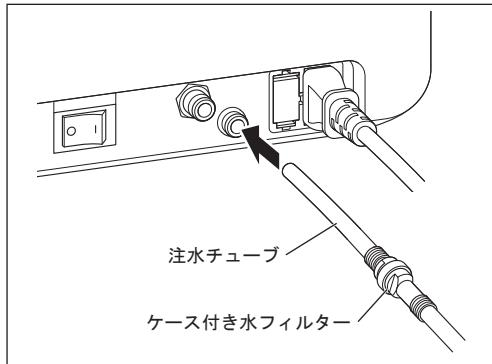

図10
- 1) 注水チューブコネクタに注水チューブの端面（ケース付き水フィルター側）を奥まで挿し込みます（図10）。